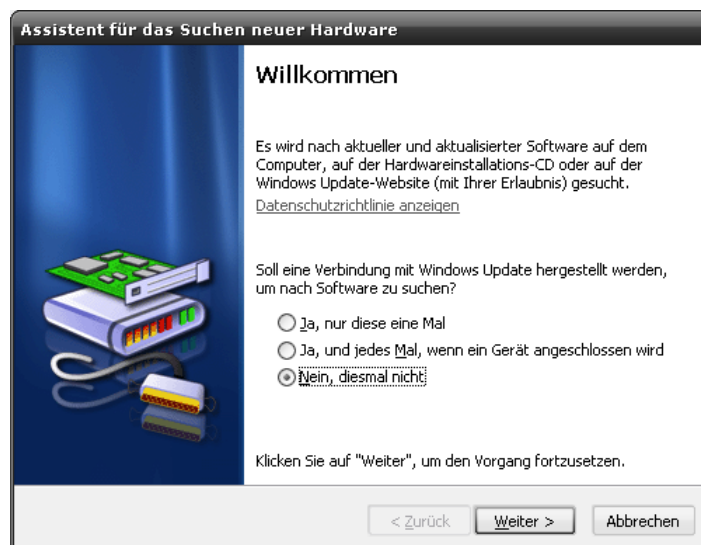

Abbildung 6 - Hardware Assistent - Willkommen
- (2) Es erscheint folgender Dialog, den Sie wie in der Abbildung 6 dargestellt konfigurieren und mit *Weiter* bestätigen.